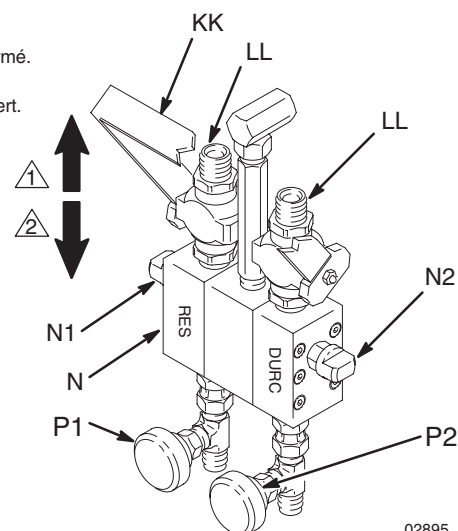

Fig. 13
Pour ouvrir ou fermer les vannes produit du collecteur mélangeur (LL), abaisser la poignée (KK) pour ouvrir et la relever pour fermer. Voir Fig. 13.
3. Mettre un récipient sous les vannes de décharge (P1,P2) du collecteur mélangeur (N). Voir Fig. 13.
8. Ouvrir la vanne de décharge côté durcisseur (P1). Ouvrir la poignée du collecteur mélangeur (KK). Voir Fig. 13.
11. Ouvrir la vanne de solvant de rinçage pour durcisseur (N1) montée sur le collecteur mélangeur (N). Voir Fig. 13.
- d. Ouvrir la vanne de solvant de rinçage pour résine (N2) et répéter l'opération c. ci-dessus. Voir Fig. 13.